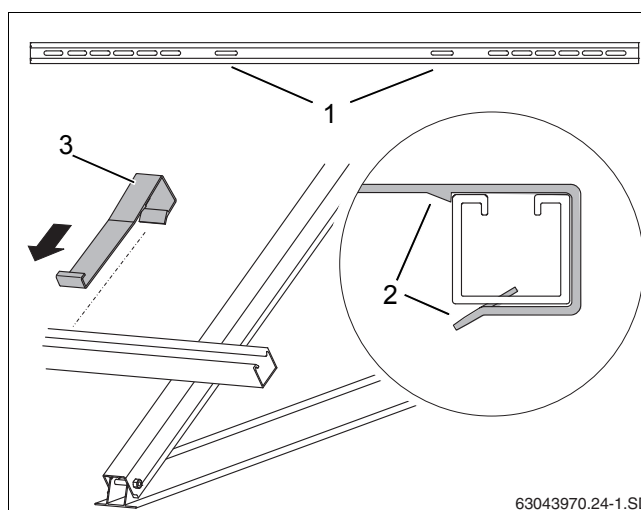

Рис. 36 Установка крепления от сползания
- ▶ Крепления от сползания (рис. 36, [3]) наденьте снаружи на профильные рейки так, чтобы они вошли во внутренние продольные отверстия (рис. 36, [1]) до защелкивания (рис. 36, [2]).